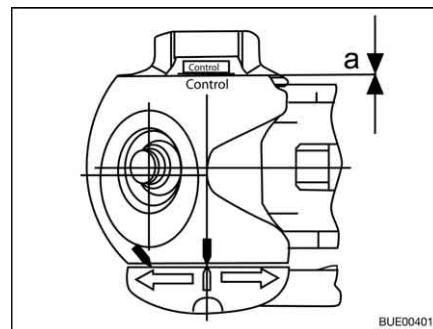

Fig. 109 Controllo usura
- Distanza $a = 0$ (Fig. 109): Controllare guarnizioni di attrito ed ev. sostituirle.